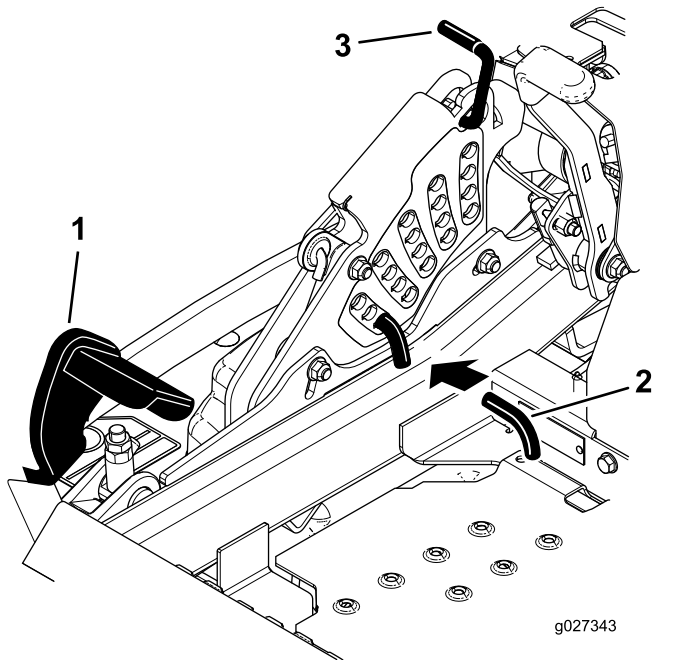

Figure 31
- Appuyez sur la pédale de commande du plateau de coupe avec le pied et levez le plateau à la position de transport (qui est aussi la position de hauteur de coupe de 140 mm), comme montré à la Figure 31.
- Pour changer de hauteur de coupe, tournez la goupille de 90 degrés retirez-la du support de hauteur de coupe (Figure 31).
- Placez la goupille dans le trou du support correspondant à la hauteur de coupe voulue (Figure 31).